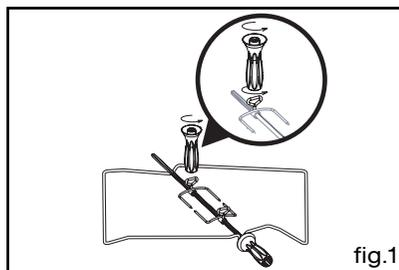

fig.1
- enfichez une des fourchettes sur la broche ; embrochez la pièce à rôtir ; enfichez la deuxième fourchette ; centrez et serrez en vissant les deux fourchettes à l'aide de la poignée (fig.1).
- Ouvrez complètement la porte et la bloquer à l'aide de deux butées rouges (fig.1).